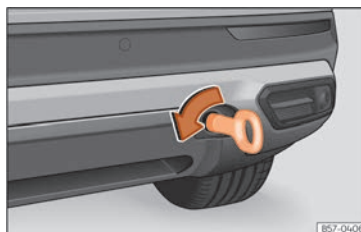

Abb. 196 Auf der rechten Seite des hinteren Stoßfängers: Eingeschraubte Abschleppöse.
- Drehen Sie die Abschleppöse **entgegen dem Uhrzeigersinn** so fest wie möglich in die Aufnahme » (Abb. 196) , » ①. Verwenden Sie ein geeignetes Hilfsmittel, um die Abschleppöse festzuziehen.